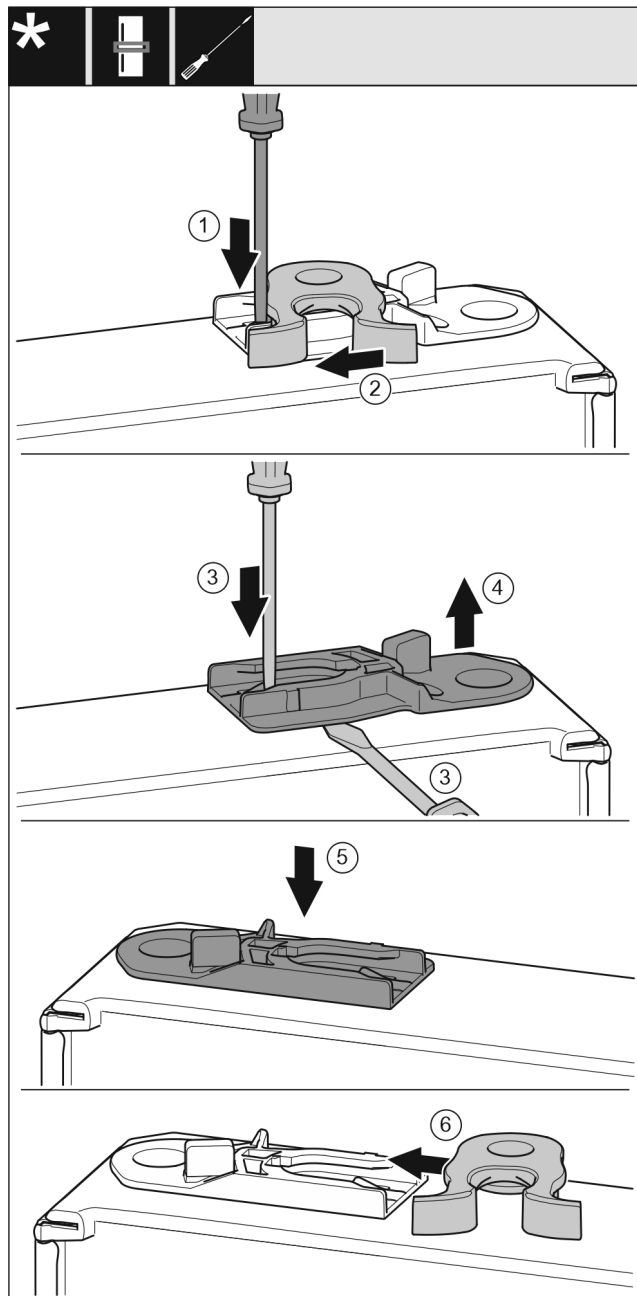

Fig. 21
- ▶ Прижмите накладку Fig. 21 (1) шлицевой отверткой вниз.
- ▶ Выведите запорный крючок Fig. 21 (2) из направляющей.
- ▶ Извлеките направляющее гнездо Fig. 21 (3, 4): прижмите накладку шлицевой отверткой и одновременно переместите ее шлицевой отверткой под направляющее гнездо.
- ▶ Вставьте входящее в комплект поставки направляющее гнездо Fig. 21 (5) на другой стороне корпуса.
- ▶ Вставьте запорный крючок Fig. 21 (6) в направляющую.